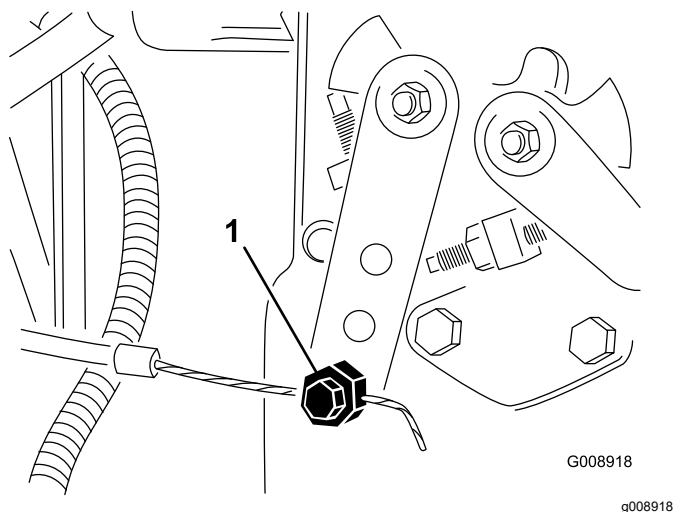

Figura 86
4. Allentate il raccordo del cavo dell'acceleratore sulla leva della pompa di iniezione (**Figura 86**).